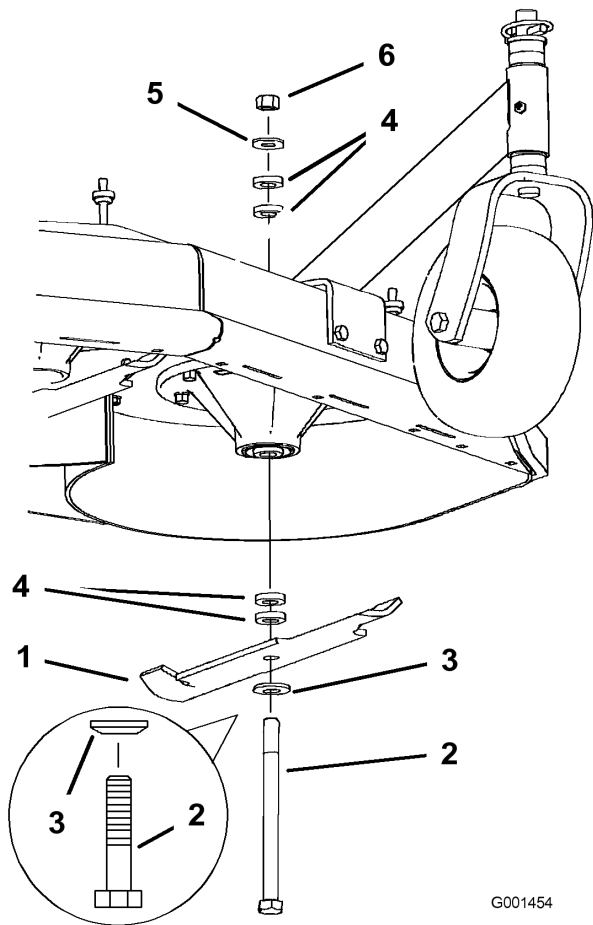

Figure 60
- Enlevez de l'axe, l'écrou, le boulon de lame, la rondelle bombée, la lame, les entretoises et la rondelle mince (Figure 60).
1. Montez le boulon, la rondelle bombée et la lame. Choisissez le nombre d'entretoise(s) pour la hauteur de coupe, et insérez le boulon dans l'axe (Figure 60).
2. Posez la ou les dernière(s) entretoise(s) et fixez-la ou les en place avec une rondelle mince et un écrou (Figure 60).